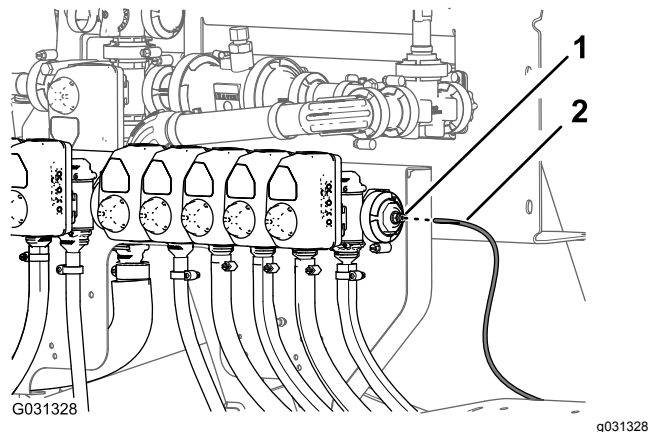

図 139
1. ダッシュボードの水圧計用の水圧検知チューブ樹脂チューブの口を、チューブカップラのロックカラーに合わせる図 139。
2. 検知チューブをロックカラーに挿入して一番奥まで押し込む図 139。